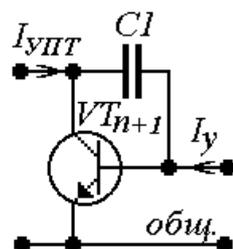

Рис.15. Вариант 2
$$U_{K_{n+1}} = U_{2ном} + \sum_{l=1}^n U_{БЭ_l}, \text{ для рис. 15, 16.} \quad (31)$$
$$R_{\text{exY}} = r_{\text{ex}_{n+1}}, \text{ для рис. 15, 16.} \quad (44)$$